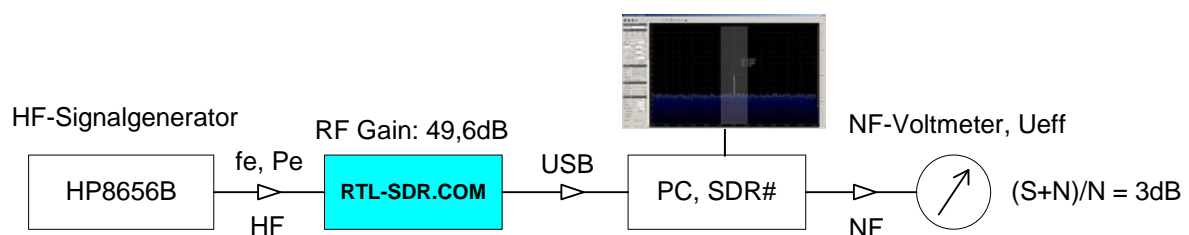
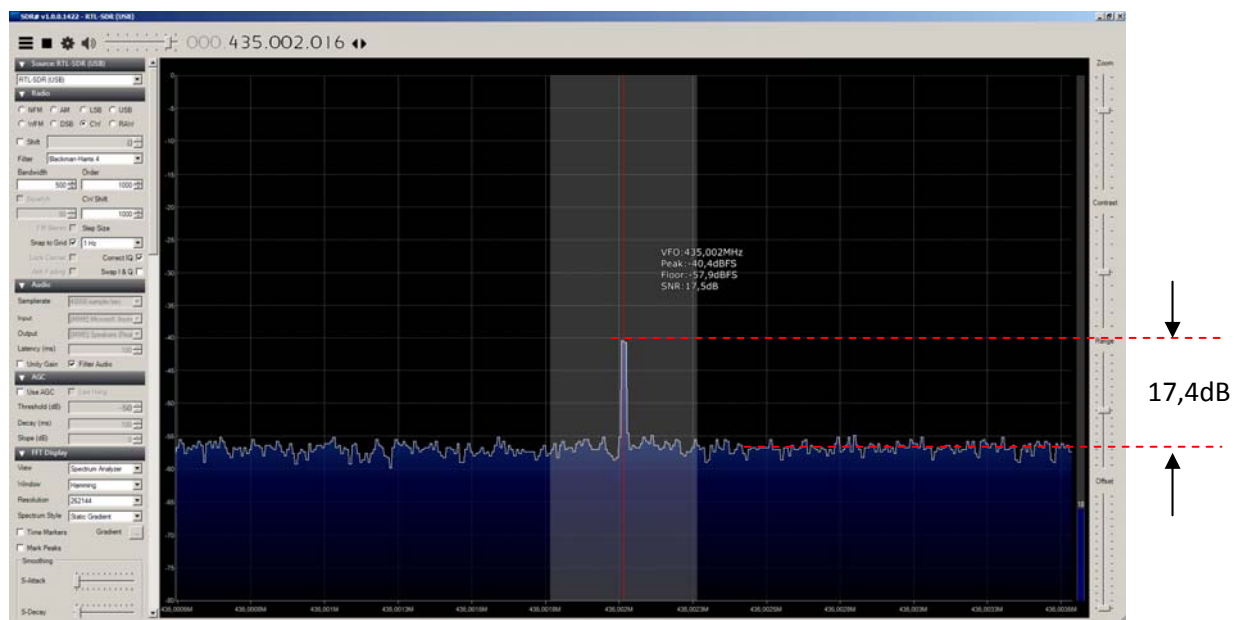

Bild 2: Messaufbau für Empfindlichkeitsmessung an SSB-Empfängern
Bild 3: fe= 435MHz, Pe=S=-145dBm für SNR=17,4dB (B_{Analysator}=9,16Hz, B_{Receiver}=500Hz)
Zur Messung der Empfindlichkeit (S) benötigt man einen HF-Generator. Ein Signal von z.B. 433MHz wird mit dem HF-Eingang des SDR-Receivers verbunden und der Receiver anschließend auf dieses Signal abgeglichen. Den Messaufbau zeigt Bild 2. Der Pegel (Pe) des HF-Generators wird dann, ausgehend von -100dBm soweit verkleinert, bis der NF-Ausgangspegel des Überlagerungstons am NF-Lautsprecherausgang des SDR-Empfängers nur noch um 3dB (Spannungsfaktor 1,414) größer ist, als der Pegel des zuvor gemessenen NF-Grundrauschens. Die Grenzemfindlichkeit eines Empfängers ist dann erreicht, wenn ein HF-Signal den Rauschpegel um 3dB übersteigt (3dB-Meßmethode).
Eine weitere Möglichkeit der Empfindlichkeitsmessung, bietet das Spektrum des FFT-Ansalyators selbst. Die spektrale Breite (Bin Width) des Ansalyators berechnet sich aus dem Verhältnis von Sample Rate zu Resolution, im Beispiel $2400000/262144 = 9,16\text{Hz}$. Setzt man die Bandbreite des Receivers ins Verhältnis zur Bandbreite des Ansalyators, erhält man einen Korrekturwert von $10\log 500/9,61=17,4\text{dB}$. Demnach ist der Ansalyator um 17,4dB empfindlicher, als der Receiver. Ein Beweis für die Richtigkeit dieser Betrachtung zeigt Bild 3. Ein Signal von -145dBm bei 435MHz erzeugt am Ansalyator eine Spektrallinie von 17,4dB über Rauschen. Gegenkontrolle: Das gleiche Signal erzeugt am Lautsprecherausgang einen (S+N)/N von 2, entsprechend +3dB, s. Bild 2.